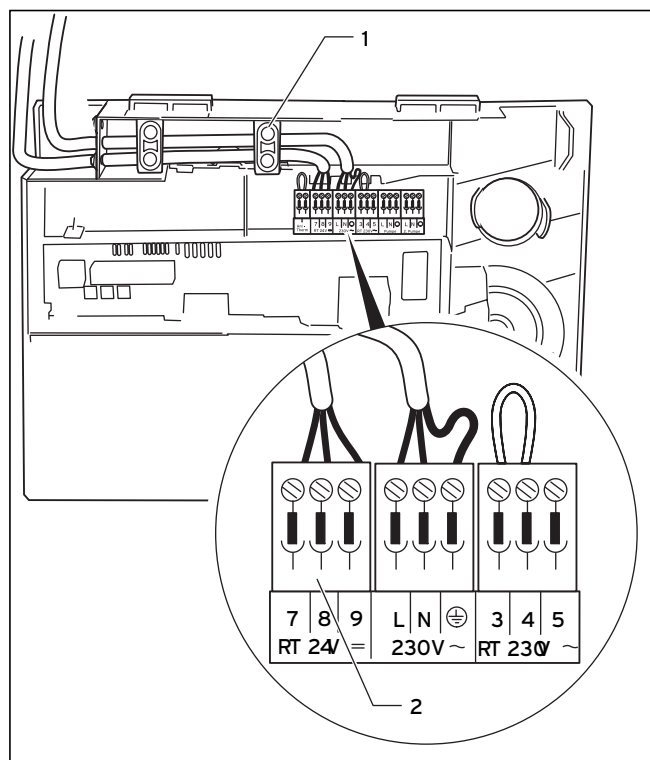

Fig. 5.8 Tilslutning af en vejrkomenserende regulering
- Læg de krævede ledninger hen til tilslutningsniveauet i kontrolboksen som vist på fig. 5.8.
- Tilslut tilslutningskablerne til de tilsvarende ProE stik/elektronikstikpladser i henhold til fig. 5.8 og tabel 5.1 og 5.2.